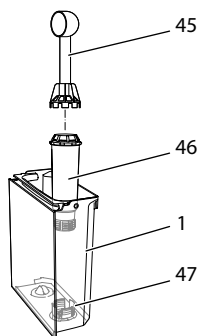

Рис. 25: Завинчивание/отвинчивание фильтра для воды
- Снимите фильтр для воды при поступлении соответствующего запроса от аппарата (см. Рис. 25 *Завинчивание/отвинчивание фильтра для воды* на стр. 251).